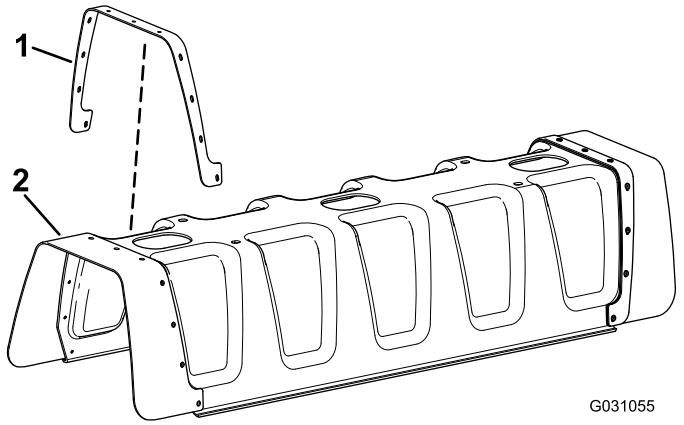

Figura 3
2. Allineate i fori sulla piastra di rinforzo con i fori del cappuccio in gomma (Figura 3).